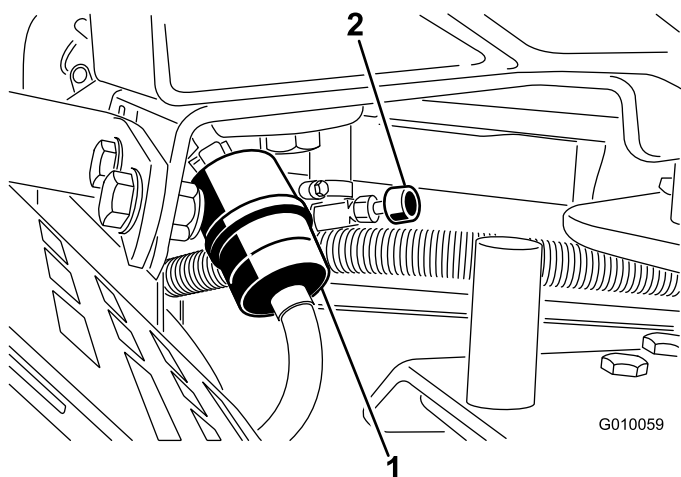

図 51
2. 燃料バルブを閉じる（図 51）。
3. 古いフィルタのクランプをゆるめて脇に寄せる（図 51）。
5. 新しいフィルタをホースに取り付け、クランプで固定する（図 51）。
7. 燃料バルブを開く（図 51）。
3. 燃料フィルタについているクランプをゆるめ、フィルタからはずらす（図 51）。
4. フィルタから燃料ホースを抜き取る（図 51）。燃料バルブを開き、排出される燃料を容器に受ける。
5. フィルタに燃料ホースをつなぎ、クランプで固定する（図 51）。